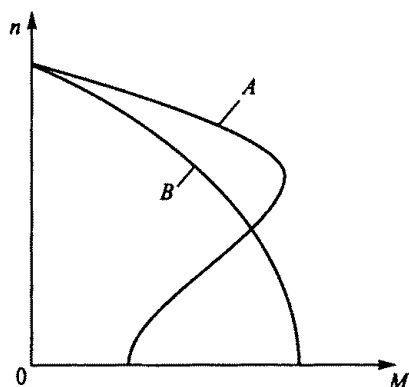

Рис. 219
9.32. Как можно получить для асинхронного двигателя с фазным ротором, работающего на естественной характеристике *A* (рис. 219), искусственную характеристику *B*?